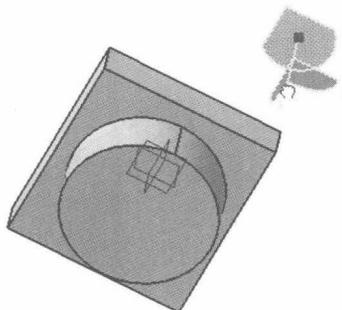

图 2-7 自由旋转示意图
(1) 自由旋转：如图 2-7 所示，抓住指南针  $z$  轴顶端的圆点并移动，则指南针会以红色方块为顶点自由旋转，屏幕上的空间及零件也会跟着旋转。